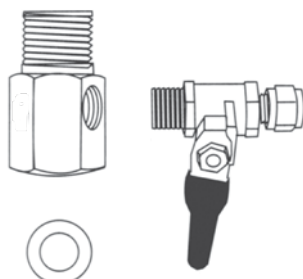

Рис. 4
2.1. Соберите узел подачи воды путем соединения шарового крана с тройником, как показано на **рис. 4**. Используя ленту ФУМ, вверните кран подачи воды в тройник. Будьте предельно осторожны при подсоединении крана — чрезмерное усилие повредит его резьбу. Используйте только гаечный или малый разводной ключ. Не используйте другие материалы для герметизации соединения.